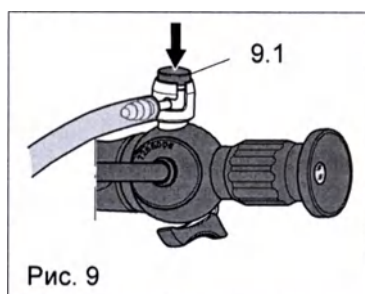

Рис. 9
- ◇ Процесс отсасывания включается нажатием на толкатель клапана (9.1) (Рис. 9).